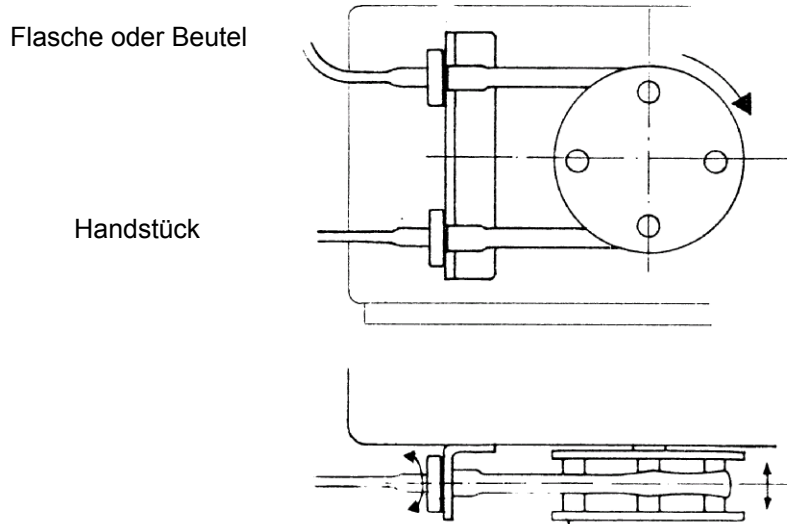

Fig.2
3. Während dieser vom sterilen Assistenten in Position gehalten wird, zieht der nicht-sterile Assistent den Pumpenteil um den Pumpenrotor und steckt die beiden Plastikverbindungen in den jeweiligen U-förmigen Ausschnitt. (s.Abb.2)